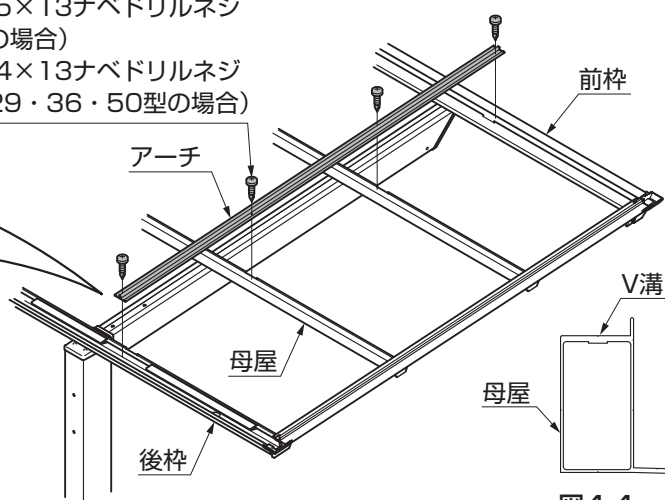

図4-4
- 母屋上面のV溝 (L57型は真中のV溝) にアーチの取付けネジを取付けてください。(図4-4参照)